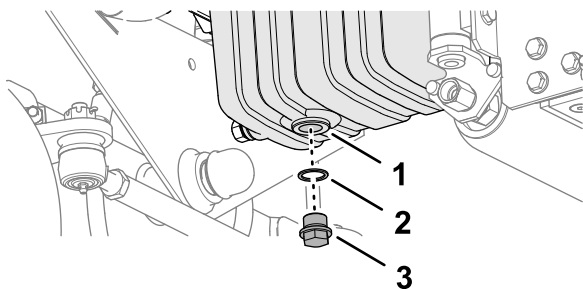

Bild 66
3. Entfernen Sie die Ablassschraube und lassen Sie das Öl in die Auffangwanne ab (Bild 66).